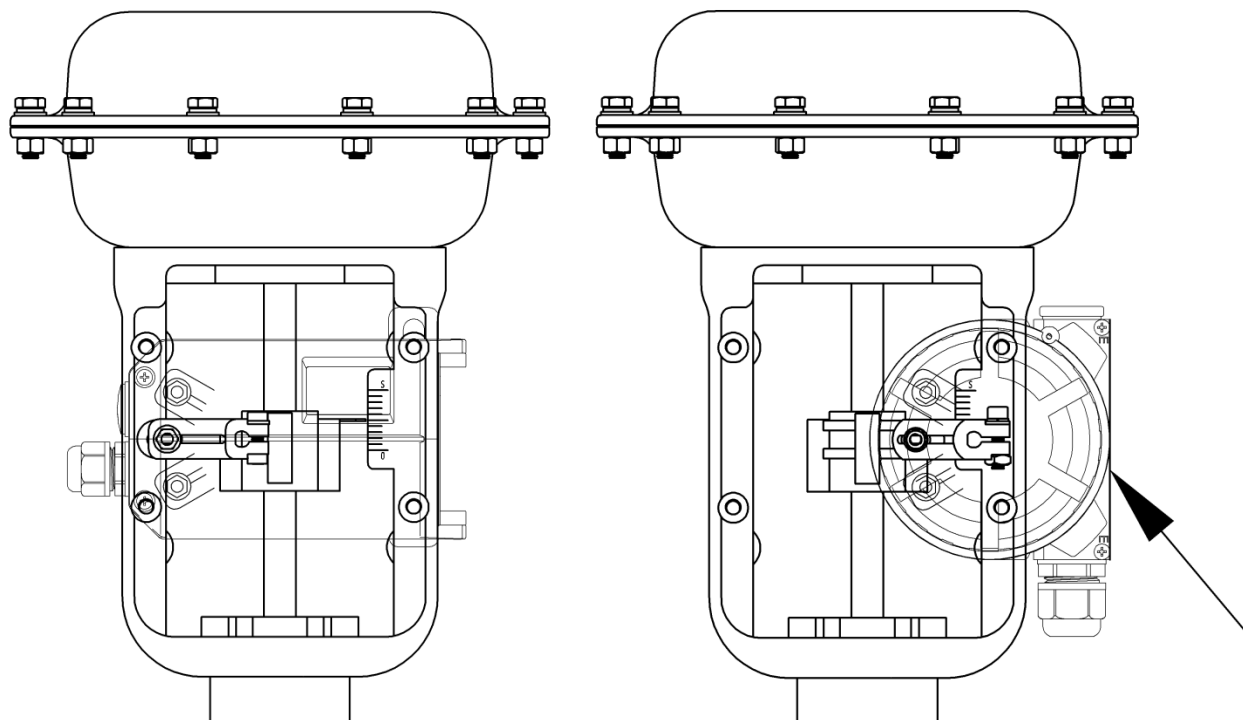
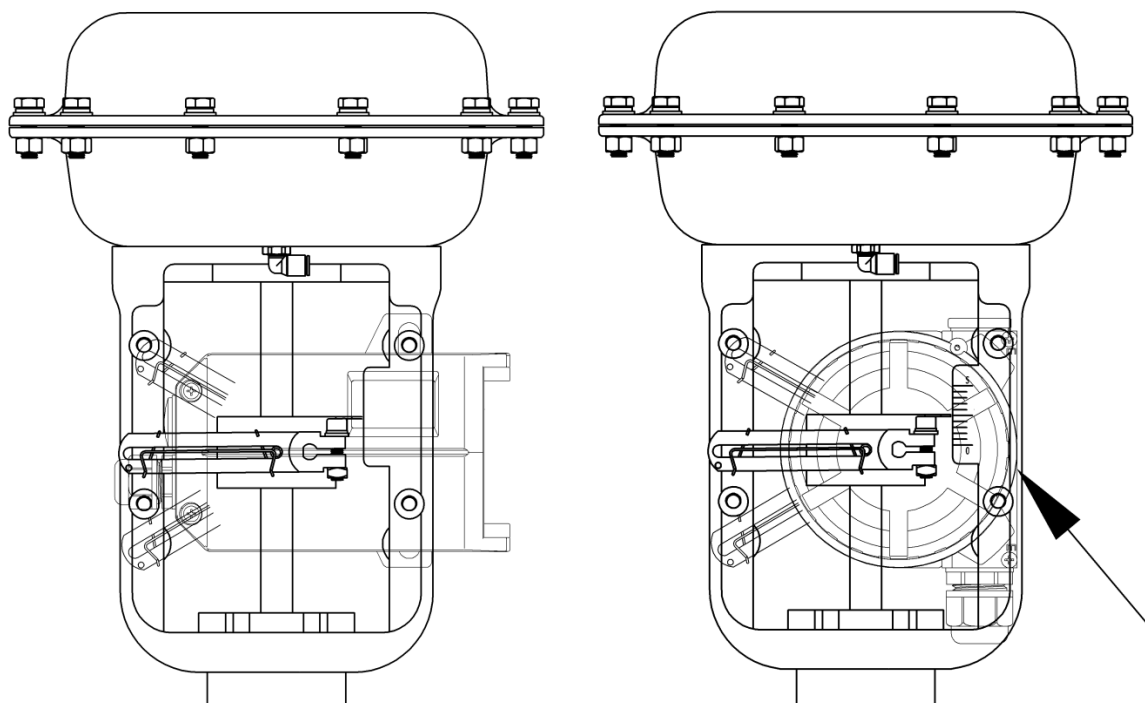

图22. 与执行器安装（反馈杆 A）
图23. 与执行器安装（反馈杆 B）
- 对于常规型直行程定位器，确保定位器外壳上平面和阀的主轴成直角。对于远传型直行程定位器，确保传感器壳体箭头（图 22 和图 23 右侧所示）所指平面与阀的主轴互相平行。否则会影响控制精度。最后用螺栓锁紧支架。